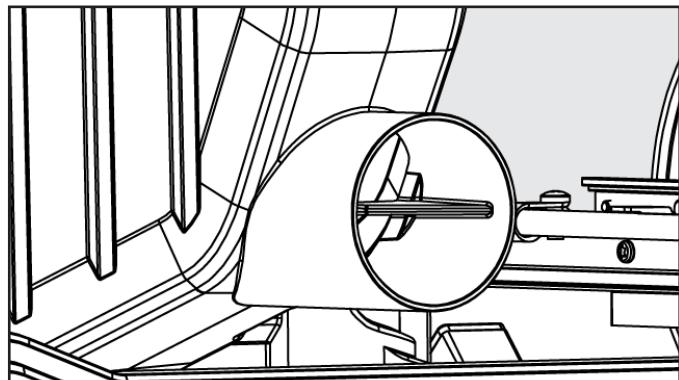

FIGURE 22
- Tenir la pièce à plat sur la table et contre le guide (A). La pièce doit avoir un bord droit contre le guide et ne doit pas être déformée, tordue ou courbée. Voir la position appropriée des mains sur la figure 22.